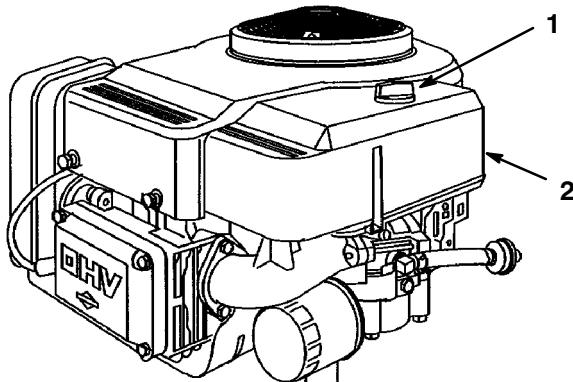

Abbildung 29
3. Den Bereich um den Luftfilter herum reinigen, um zu verhindern, dass Schmutz in den Motor gelangen und Schäden verursachen kann. Den Knopf losdrehen und die Luftfilterabdeckung abnehmen (Abb. 29).
3. Luftfilterabdeckung und Knopf anbringen (Abb. 29). Den Knopf fest anziehen.